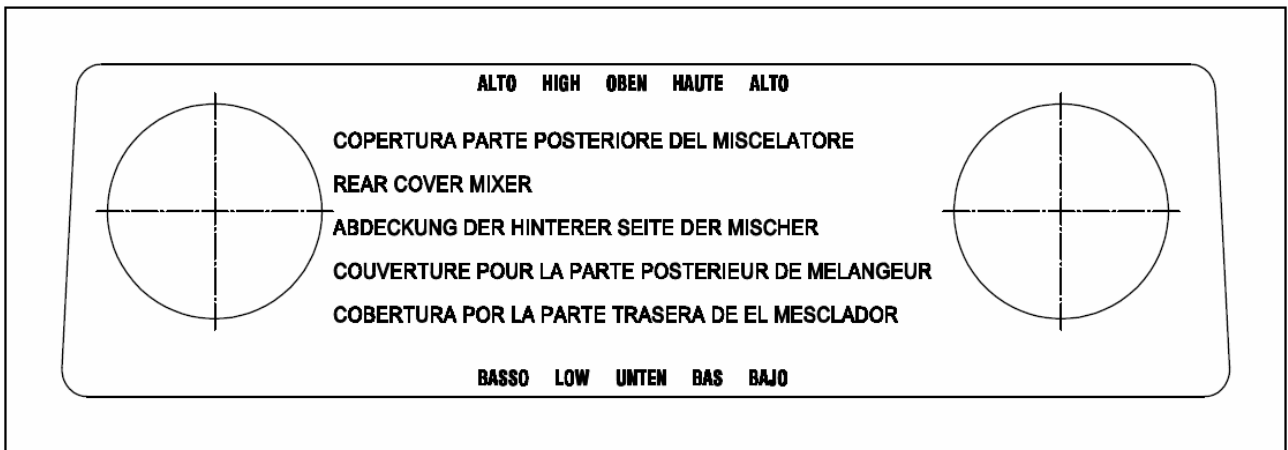

Fig. 1 – Dima di copertura posteriore in cartoncino
- 1- IL MISCELATORE VIENE FORNITO CON UNA DIMA DI COPERTURA POSTERIORE IN CARTONCINO (FIG. 1), DA UTILIZZARE SIA PER VERIFICARE CHE IL GRUPPO COPRA UNIFORMEMENTE IL BORDO PIASTRELLE, SIA PER VERIFICARE IL CORRETTO POSIZIONAMENTO DEGLI ECCENTRICI;